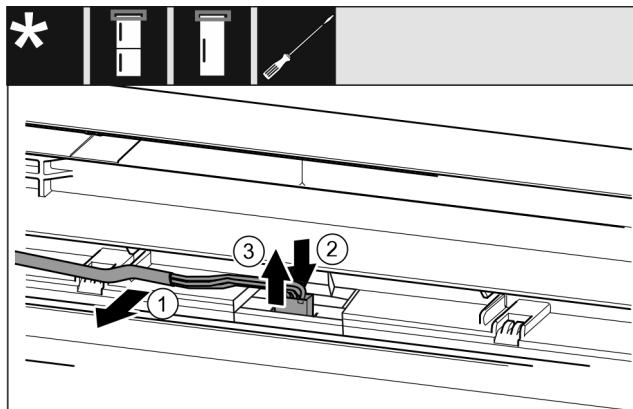

Fig. 20 Combine frigorifice / Congelatoare / Frigidere
- Desprindeți cu precauție cablul Fig. 20 (1) din ghidajul din ușă.
- Apăsați eclisa Fig. 20 (2) din spatele fișei spre înapoi.
- Extrageți cu precauție fișa Fig. 20 (3) în sus.